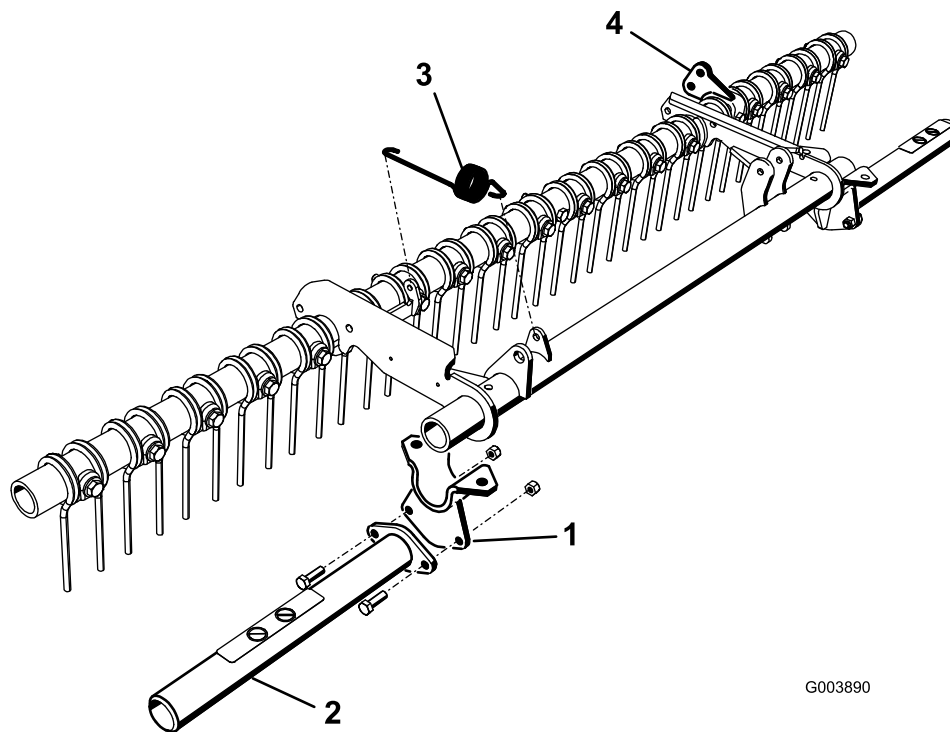

Figura 2
3. Sostituire l'attacco del tubo orientabile con un attacco a sella e fissarlo al telaio con i bulloni e i dadi tolti in precedenza (Figura 2).
5. All'esterno di ciascun attacco a sella montate una protezione usando due bulloni e due dadi (Figura 2). Posizionate le protezioni con gli adesivi in alto.
6. Agganciate l'estremità corta della molla di prolunga (a corredo del kit) alla linguetta prevista sul tubo orientabile (Figura 2).
7. Se la staffa orientabile ed il bullone (3/8 x 2-3/4 pollici) non sono già montati, montateli sul lato sinistro della barra porta-fustelle, tra la quarta e la quinta serie di fustelle (Figura 2).
9. Al termine dell'operazione, agganciate l'estremità lunga della molla di prolunga alla linguetta prevista sul supporto della molla della barra porta-fustelle (Figura 2).